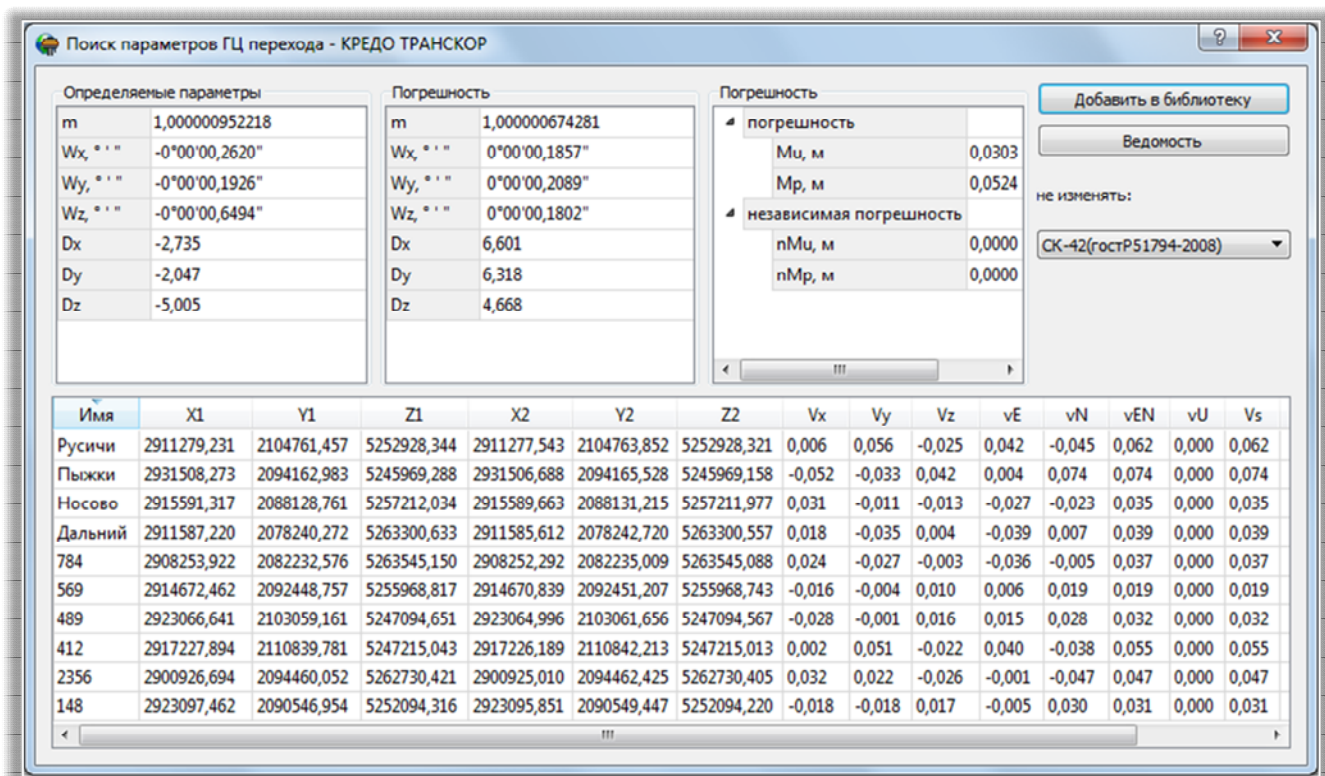

Рисунок 5.30
1. Итак, активизируйте команду **Поиск параметров ГЦ перехода** в меню **Операции**. В раскрывшемся окне **Поиск параметров ГЦ перехода** приведены значения определяемых параметров перехода и погрешности их определения (рис. 5.30)